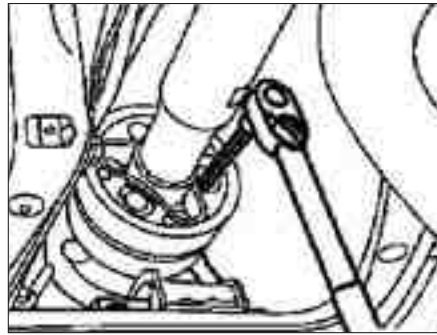

FIG. 3
- Desmontar las fijaciones del eje de transmisión del flexor (fig. 3).